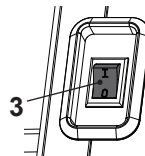

Fig. 7
1. Pressionar o interruptor de ligar/desligar (3) na posição "I" para ligar (Fig. 7).
2. Pressionar o interruptor de ligar/desligar (3) na posição "O" para desligar.